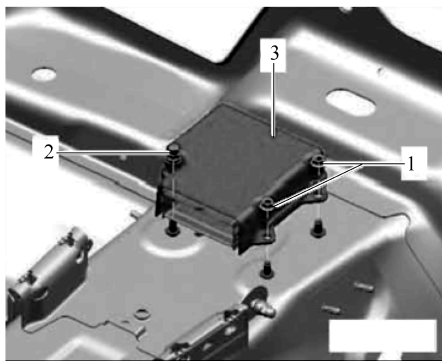

图 12-10 拆卸安全气囊控制单元
- ① 断开车辆蓄电池连接。
- ② 拆卸脚部空间饰板。
- ③ 拧下 2 个螺母。
- ④ 拆下左侧支架和右侧支架。
- ⑤ 拉动插头的操纵杆, 并将插头拉出控制单元。
⑥ 拧下螺母 1 和 2(拧紧力矩为 $9\text{N} \cdot \text{m}$), 并从车辆中取出控制单元 3, 如图 12-10 所示。